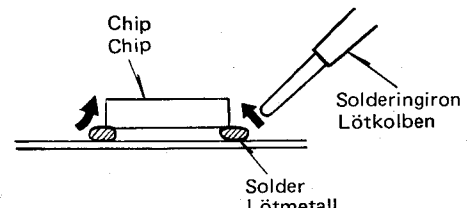

Fig. 8 Abb. 8
3. Solder circuit board first and then solder chip in the direction of the arrow as shown in Fig. 8.
3. Löten Sie zuerst die Leiterplatte und dann das Chip in der in Abb. 8 gezeigten Pfeilrichtung.